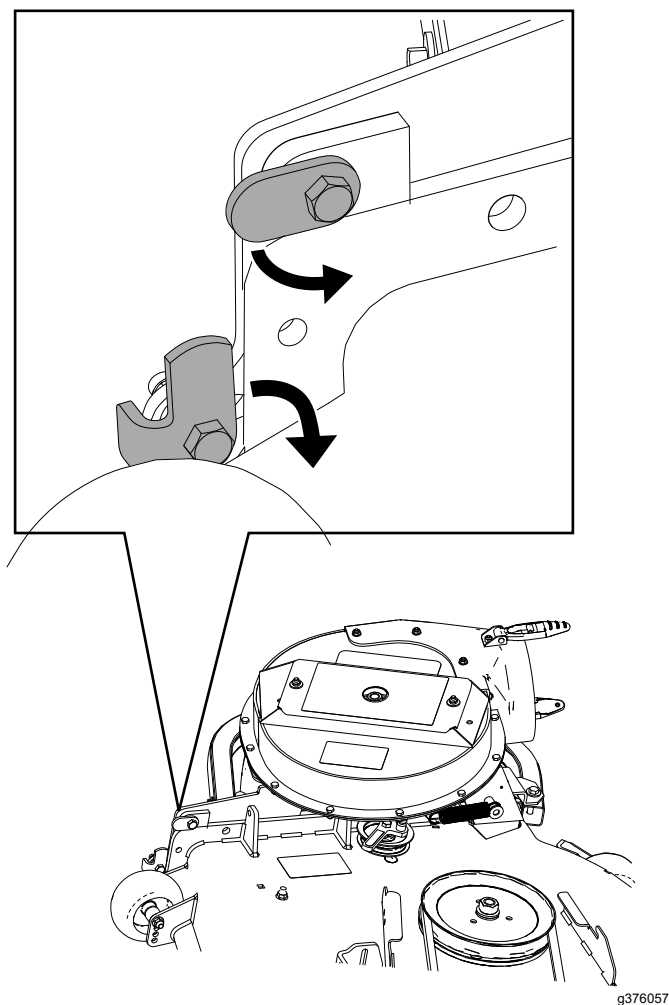

Figure 34
4. Fermez le ventilateur pour vérifier que les verrous sont correctement réglés (Figure 33 et Figure 34).